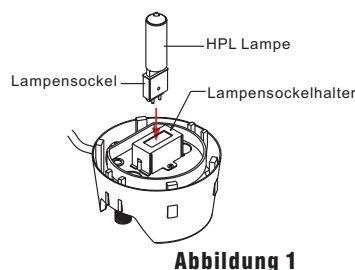

Abbildung 1
Schritt 4: Ist der Lampensockel gleich wie in **Abbildung 1**, dann stecken Sie die neue 240V/575W GX-9,5 Lampe vorsichtig in den Sockel ein.